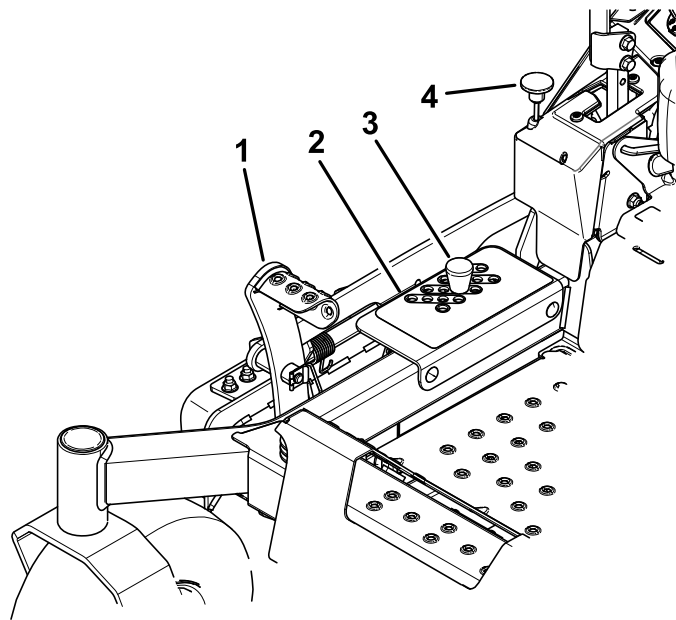

Figura 29
(que es también la posición de altura de corte de 127 mm) según se muestra en Figura 29.
3. Retire el pasador del soporte de altura de corte (Figura 29).
4. Seleccione el taladro del soporte de altura de corte que corresponde a la altura de corte deseada, e inserte el pasador (Figura 29).